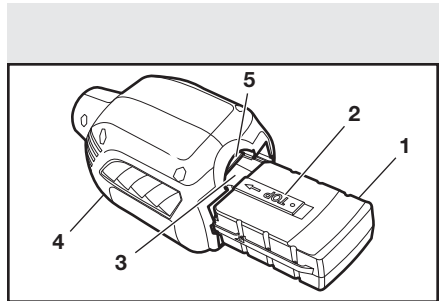

Fig. 3
Una vez que la batería haya sido recargada por completo y esté listo para cortar, tendrá que instalar la batería dentro del accesorio. Coloque la batería (1) con la etiqueta "TOP" (2) hacia arriba (Fig. 3).
1. Deslice la batería dentro de la cavidad correspondiente (3) en la parte posterior de la careta superior (4).